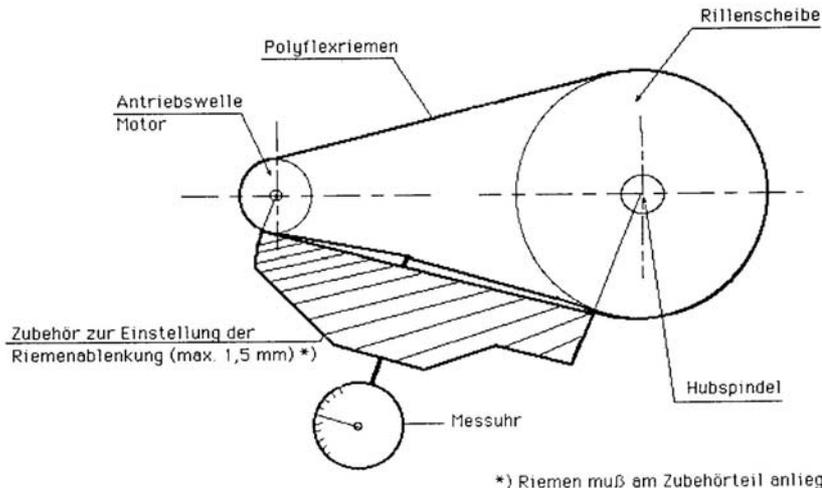

Bild 9:
- Alle Befestigungsschrauben und Dübel sind mit einem Drehmomentschlüssel nachzuziehen. (Bild 9)